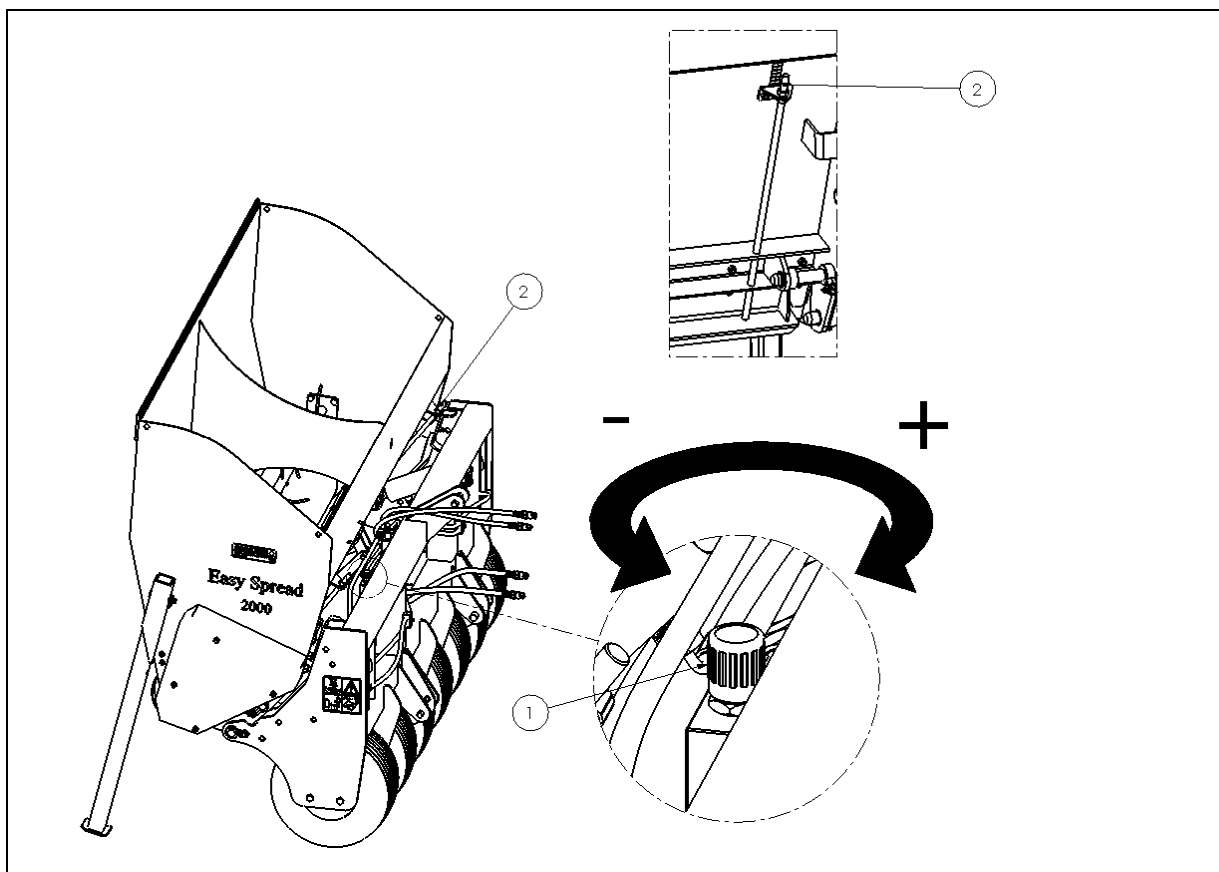

Fig. 9
La vitesse du rouleau d'épandage/agitateur peut être réglée par une valve de réglage (1). (fig. 9)